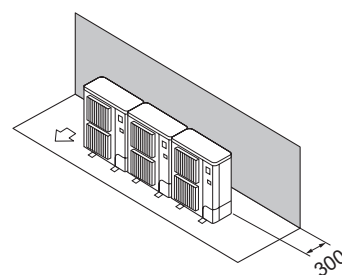

Fig. 2-9
- ① Obstacles uniquement à l'arrière (Fig. 2-9)